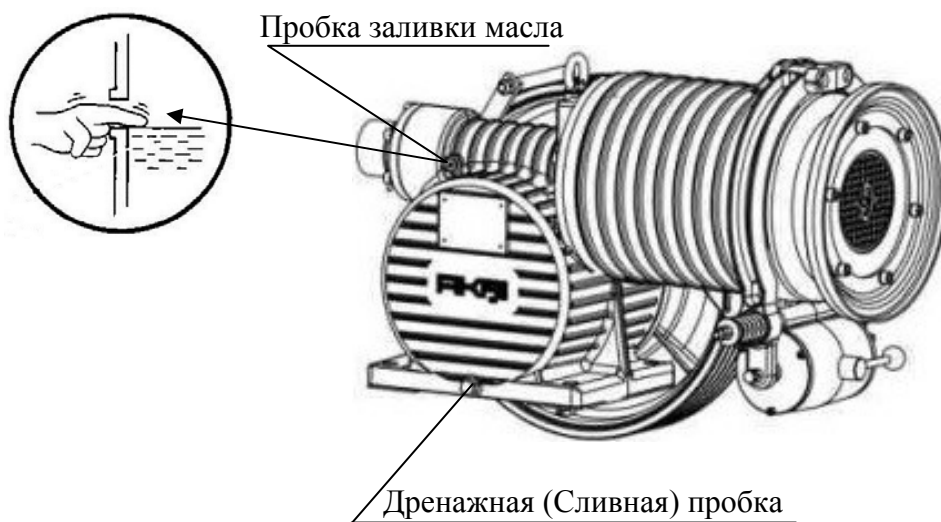

Рис. 6
- 4.2.9 После выверки лебёдки подрамник 5 (рис.6) приварить к закладным деталям перекрытия или забетонировать. Допускается применение переходных элементов.
4.3.1 Уровень масла в редукторах C160, CF160, C180, CF180 должен быть на середине линии (в центре) прозрачного маслоуказателя. (рис.4). В редукторах G150, GF150, G180, GF180 уровень масла должен быть на уровне нижнего края маслозаливного отверстия рис. 6.
Остановите лебедку и долейте масло до центра уровня масла на прозрачном указателе (рис.4) или до уровня нижнего края маслозаливного отверстия рис. 6.
4.3.7. Ветошью очистить заливную заглушку и зону вокруг отверстия заливки на редукторе и емкости с маслом, через отверстие (рис.4, 6) с использованием воронки залить масло, примерно 90% требуемого объема, подождите 5 минут и медленно добавьте масло до середины уровня на прозрачном маслоуказателе (рис.4) или до уровня нижнего края маслозаливного отверстия (рис. 6).